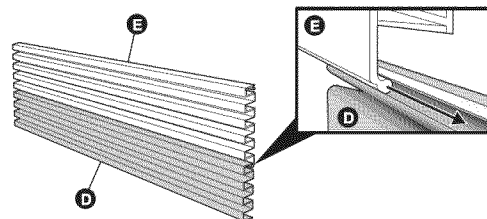

Figura 2
- Deslice la rejilla pequeña (E) dentro de la rejilla grande (D) para unirlos. Asegúrese de que los extremos queden al ras y únalos con cinta adhesiva para evitar que se deslicen. Véase la figura 2.